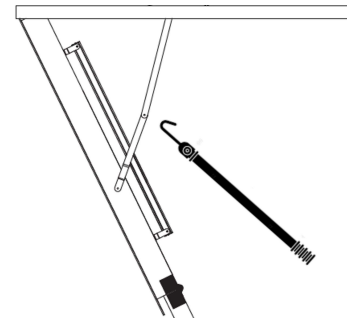

FIGURA 32
3. Use el gancho para empujar el brazo de poder hacia el extremo abierto de la escalera del ático para liberar el brazo de poder (ver **Figura 32**).